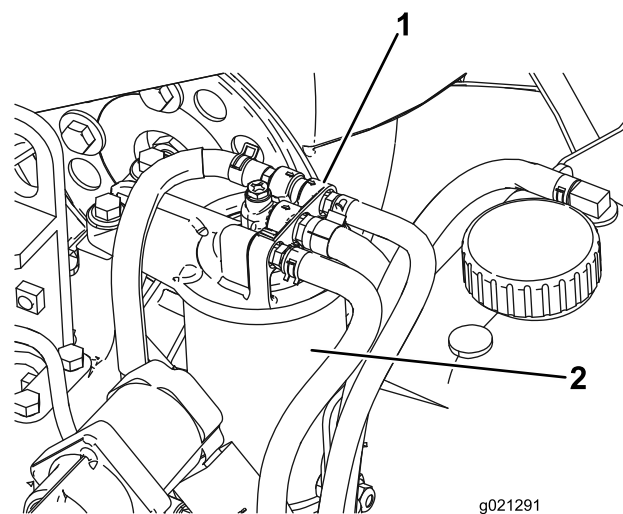

Bild 95
2. Entfernen Sie den Filter und reinigen die Kontaktfläche (Bild 95).
1. Reinigen Sie den Bereich um den Kraftstofffilterkopf (Bild 95).